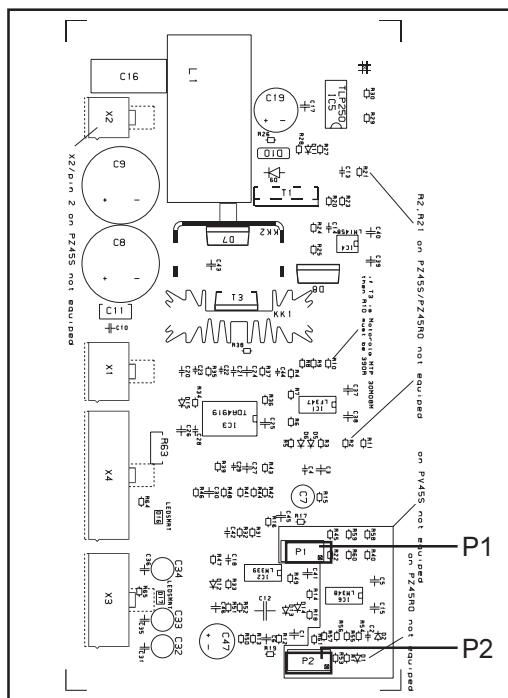

Fig.5 Plaquette PZ45RO
- Modification possible au P2 sur la plaquette PZ 45RO - fig.5
- Modification possible au P1 sur la plaquette PZ 45RO - fig.5